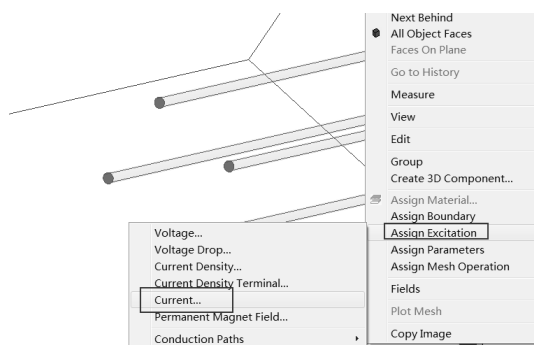
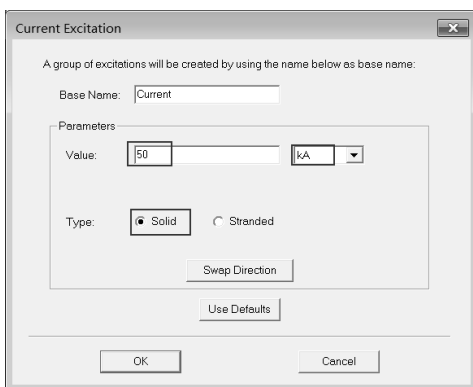

图 19-15 创建激励
图 19-16 Current Excitation 对话框
Step1：创建激励。按住 F 键，然后单击如图 19-15 所示四根导线的四个端面，右击后在弹出的快捷菜单中选择 Assign Excitation Current 命令，此时会弹出如图 19-16 所示的 Current Excitation 对话框。在该对话框的 Value 中输入数值 50，并将单位设置成 kA，单击 OK 按钮，完成参数的设置。